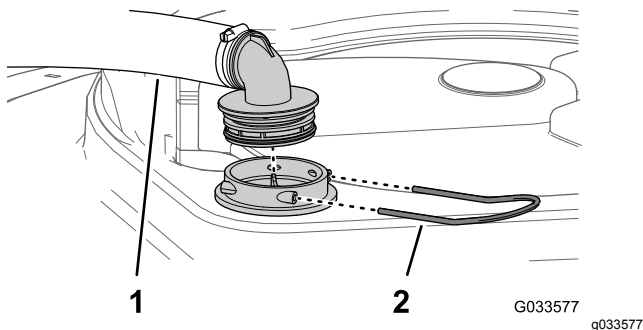

Figura 53
2. Nella parte superiore dell'irroratrice, rimuovete il fermo che fissa il raccordo del flessibile collegato al flessibile grande dall'alloggiamento del filtro (Figura 53).
3. Rimuovete il flessibile e il raccordo del flessibile dall'alloggiamento del filtro (Figura 53).